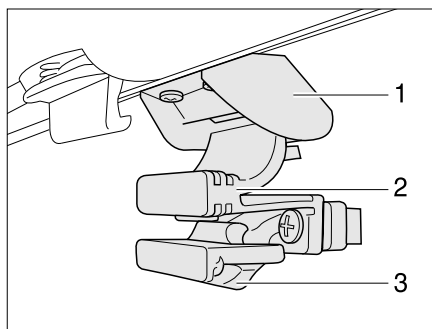

Bild 53 Fönster i ingångsdörren
Öppna fönstret: ■ Tryck säkringen (Bild 53,3) bakåt.
■ Tryck ihop handtaget (Bild 53,2) och skjut fönstret neråt.
Stänga fönstret: ■ Skjut fönstret uppåt tills handtaget (Bild 53,2) snäpper fast i låset (Bild 53,1).